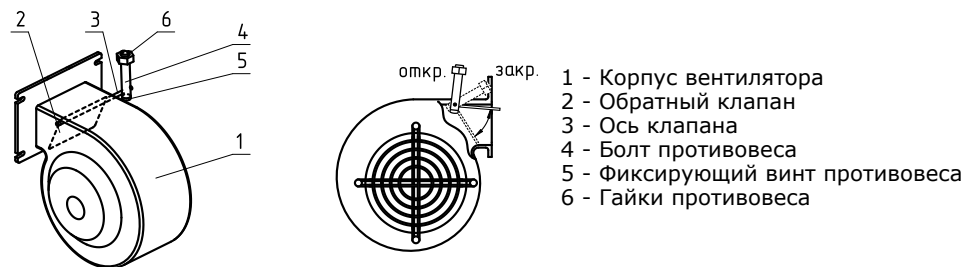

Рис.6 Вентилятор наддува
5.5. Вентилятор наддува (рис.6) состоит из корпуса (поз.1), обратного клапана (поз.2), который имеет два положения, открыто и закрыто, оси клапана (поз.3), болта противовеса (поз.4) с фиксирующим винтом (поз.5) и гайками (поз.6).